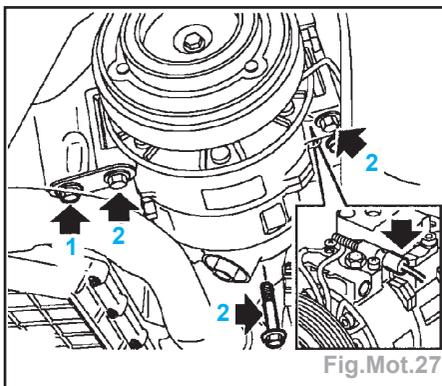

Fig.Mot.27
- Desserrer le boulon (flèche 1) maintenant le support de soutien du compresseur sur le carter d'huile mais ne pas l'enlever (Fig.Mot.27).
- Enlever les 3 boulons (flèches 2) maintenant le compresseur sur le support de fixation, dégager le compresseur et l'attacher sur le côté (Fig.Mot.27).